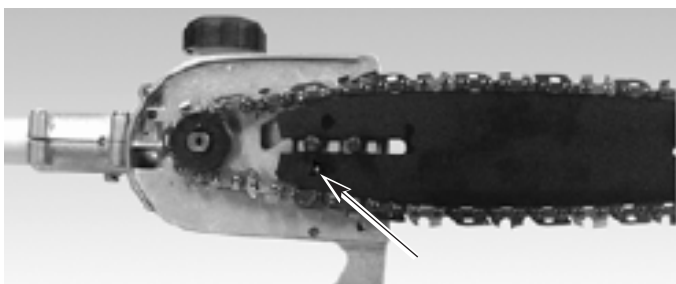

Fig. 12
5. Ajuste el tornillo de ajuste de tensión (Fig. 8b) para permitir la inserción de la barra (Fig. 12). Cerciérese de que la cadena sigue la ranura en la barra de guía y ajuste el tornillo de ajuste de tensión para apretar la cadena.